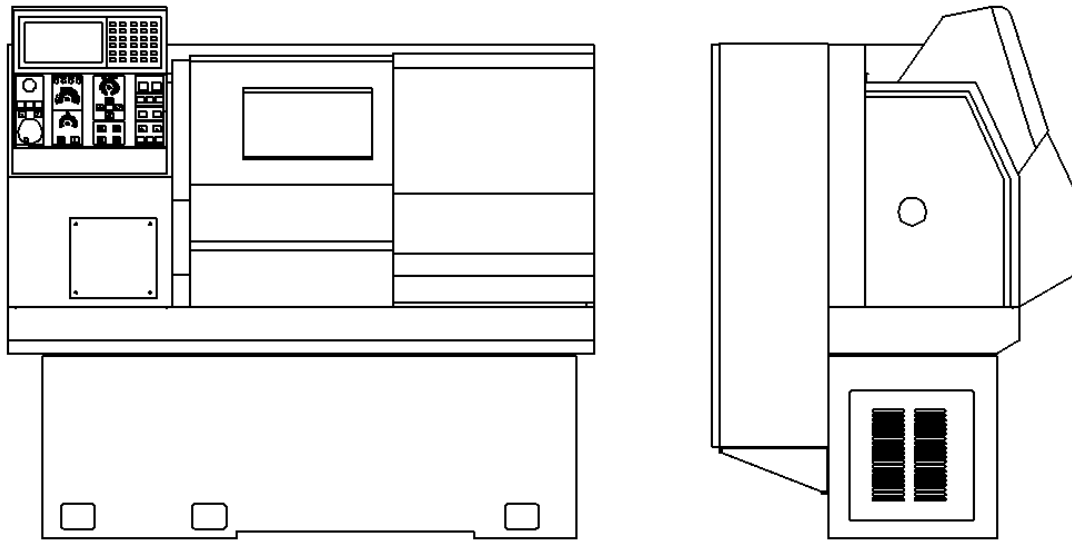

Рис. 1 Общий вид станка
4.1.1 Общий вид станка представлен на Рис. 1.
Примечание: внешний вид станка может отличаться от представленного на Рис. 1, на заводе-изготовителе постоянно ведутся работы по улучшению качества, снижению трудоемкости и повышению эффективности выпускаемой продукции, поэтому в данном руководстве возможны некоторые несоответствия технического описания с конкретным изделием, не влияющие на эксплуатационные характеристики изделия.